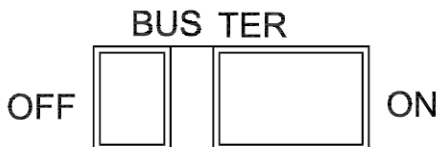

Рисунок 5.6 – Переключатель «Оконечная нагрузка шины (BUS TER)»
- 5.2.5.2 Переключатель BUS TER («Оконечная нагрузка шины») (см. рисунок 5.6) в положении «ON (Вкл.)» включает оконечный резистор порта RS-485, клемм 68 и 69 (См. схему силовой цепи, рисунок Б.1). Установка переключателя по умолчанию: «Off (Откл.)».